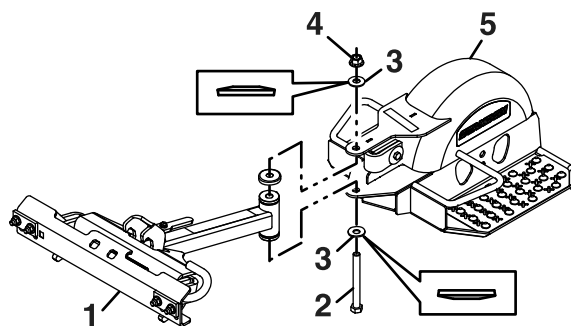

Figura 4
2. Alinee el bastidor del patín con el conjunto de la barra de tracción. Vuelva a instalar el tornillo de cabeza hexagonal de 1/2-13 x 5", las arandelas elásticas y la tuerca nyloc con arandela prensada de 1/2" retirados en el paso 1, según se muestra en Figura 4. Apriete la tuerca a 122 N·m (90 pies-libra).